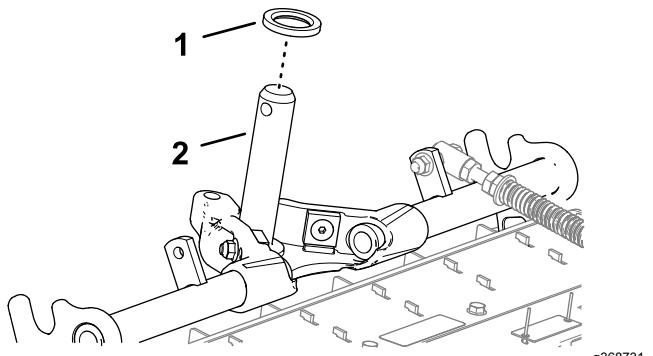

Bild 13
1. Vergewissern Sie sich, dass die verdeckte Druckscheibe über der Welle des Trägerrahmens (Bild 13) eingesetzt ist.